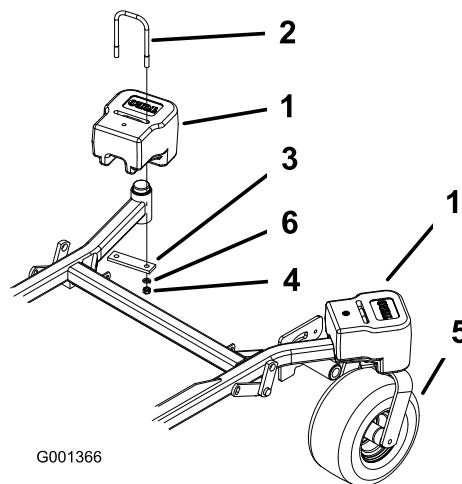

Figura 28
2. Instale 1 placa, 2 tuercas (1/2 pulgada) y 2 arandelas de seguridad (1/2 pulgadas) bajo el bastidor y el contrapeso (Figura 28).